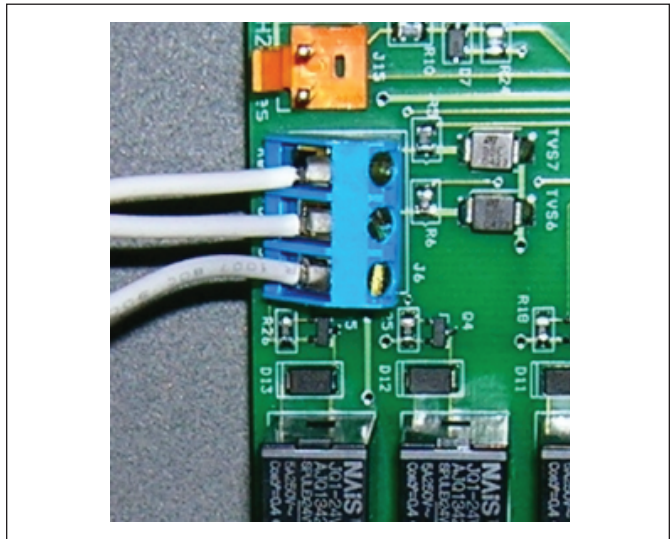

Figure 17. Connexion à un sélecteur à distance «Pool-Off-Spa» (Connexion à 3 fils)
1. Débrancher l'alimentation électrique du système de commande de la piscine ou du spa et du réchauffeur. Se référer à la Figure 17.
4. Connecter le câblage du système de commande de la piscine et du spa à la borne de la commande à distance du réchauffeur. Voir Figure 17.